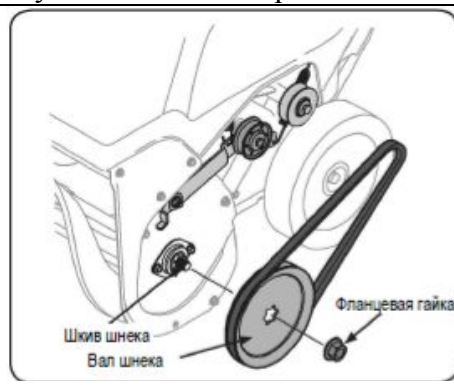

Рис. 20
5. Удалите фланцевую гайку, которая обеспечивает фиксацию шкива на валу шнека. См. Рис. 20.